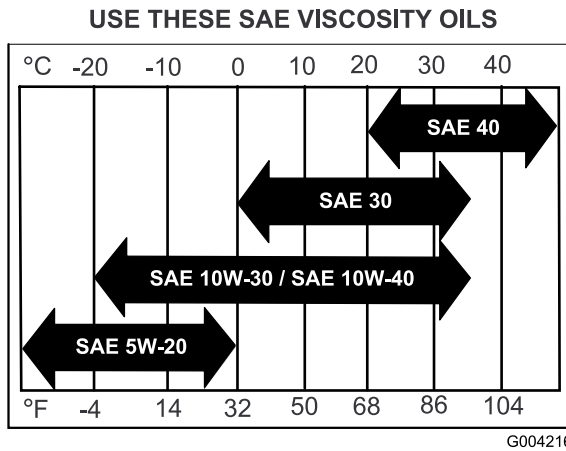

Figura 26
**Viscosidad:** Consulte la tabla (Figura 26).